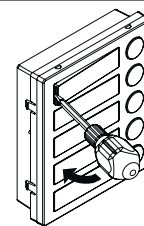

Fig. 9
- Faites levier avec le tournevis comme indiqué sur **Fig. 9** pour retirer le porte-étiquette (attention à ne pas bosseler la plaque) ;